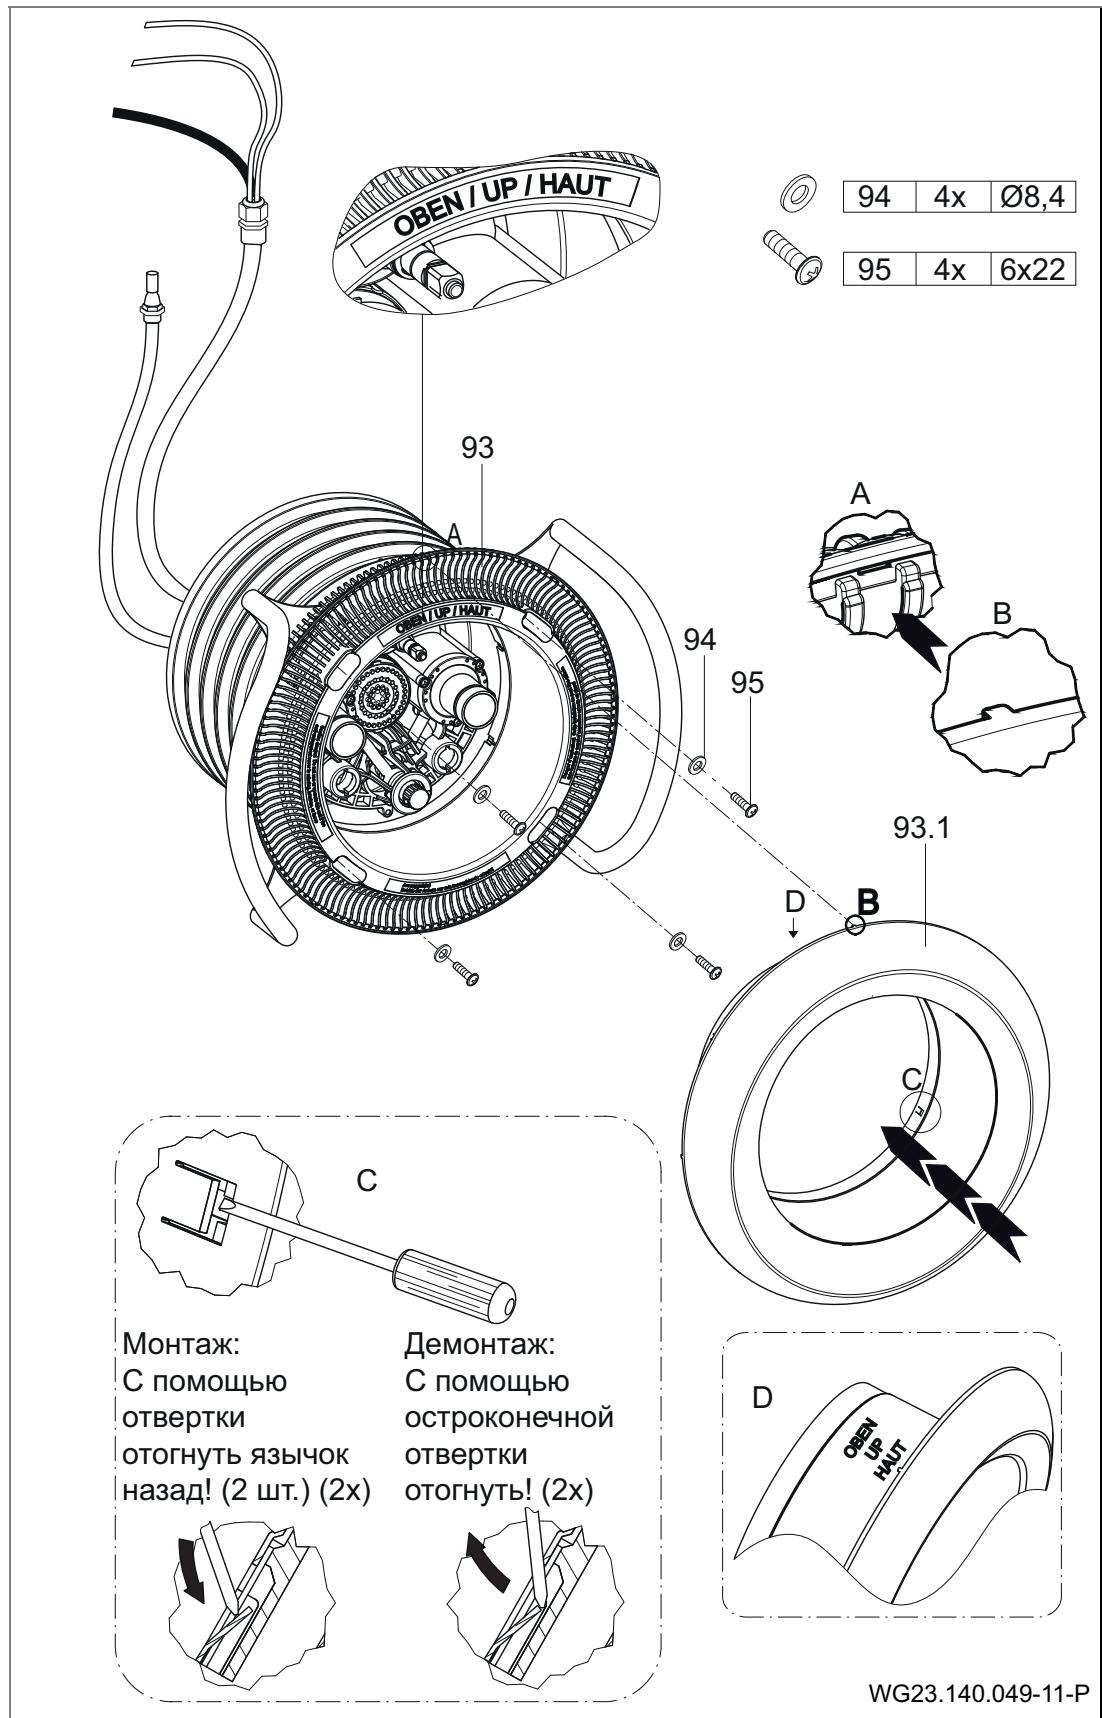
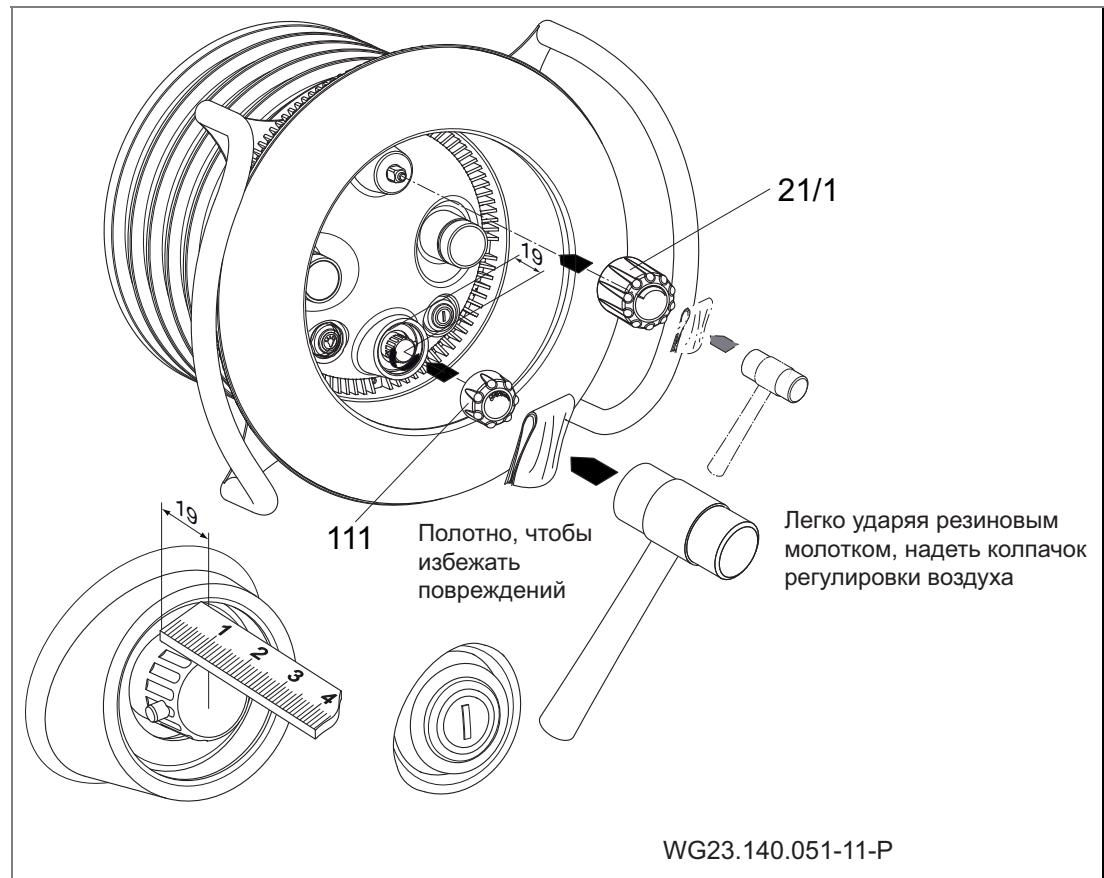

Рис. 17
Рис. 19
8. Приложить заглушку всасывания (93) к зажимному кольцу (28) и прикрепить с помощью четырех подкладных шайб (94) и четырех самонарезающих винтов (95). Следить за расположением. (Рис. 17)
9. Расположить заглушку из высококачественной стали (93.1) с выступающими утолщениями в имеющихся выемках заглушки всасывания (93) Следить за меткой "ОВЕН" (ВЕРХ) на заглушки из высококачественной стали. Для фиксации заглушки с помощью отвертки отогнуть назад два смещенных в сторону язычка. (Рис. 17)
12. Primavera: С помощью резинового молотка и защитной салфетки надеть колпачок регулировки количества (111) и воздуха (21/1). (Рис. 19)
1. Снять крышку для регулирования расхода (111) и воздуха (21/1). См. "Рис. 19".
2. Открутить саморезы (112) и снять прозрачный кожух (110).
3. Две боковые накладки стальной диафрагмы отогнуть вперед и снять диафрагму. См. "Рис. 17".
4. Открутить саморезы (95) и снять всасывающую диафрагму (93) и рукоятку ().
5. При необходимости открутить саморезы (61). Снять сопловой корпус (102.1). При этом обратить внимание на внутренний воздуховод (4), закрепленный на встраиваемом корпусе (1).
6. Открутить саморезы (52). Снять рукоятку (70), стяжное кольцо (28) и уплотнение стяжного кольца (27).